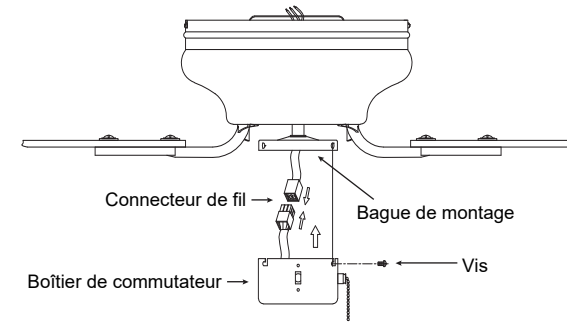

Fig. 11
Étape 1. Tout en maintenant le boîtier de commutateur sous votre ventilateur de plafond, rapprochez les connecteurs de fil carrés. Un du ventilateur et un du boîtier de commutateur (Fig. 11).
Étape 2. Poussez soigneusement tous les fils dans le boîtier de commutateur. Fixez le boîtier de commutateur sur la bague de montage avec les vis (fournies). Assurez-vous que les vis sont serrées fermement (Fig. 11).